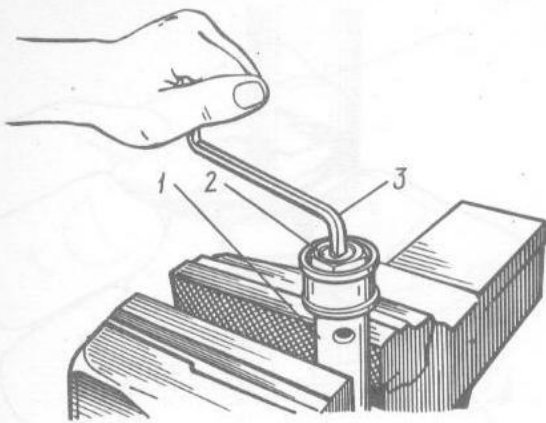

Bild 4-25. Losschrauben der Sperrmutter:
- Stange 1 (Bild 4-25) in einem Schraubstock an einer Abflachung an seinem Befestigungsschaft oder an der Nichtarbeitsfläche (zwischen Bohrung neben Kolben und Halterung des Rückwegbegrenzers) einspannen, dazu die Sperrmutter 2 mit Schlüssel 3 losschrauben, danach mit Hilfe der Spezialzange (Pinzette) 80-Π079 die Feder 16 (siehe Bild 4-17) und das Niederdruckventil 15 abziehen;